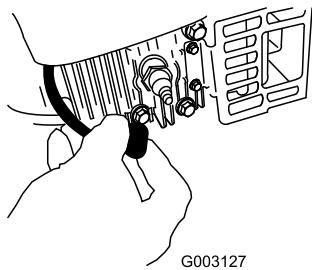

Figure 41
- Débranchez la bougie (Figure 41) avant de procéder à un quelconque entretien.